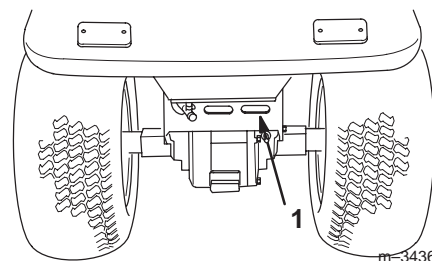

Figure 10
6. Enlevez les débris qui se trouvent sur le couvercle de la boîte-pont (Fig. 10).